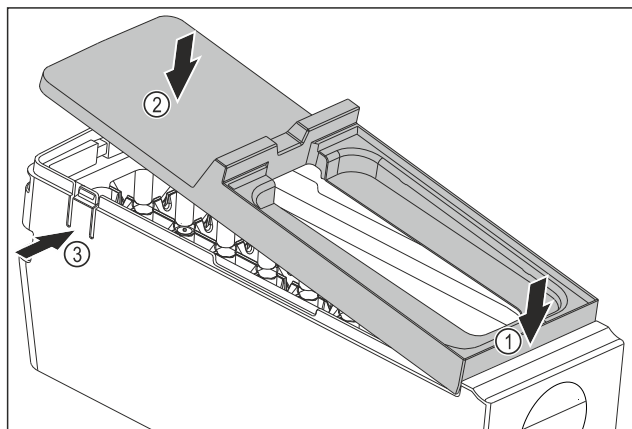

Fig. 146
- Afdekking van de EasyTwist-Ice-corpus monteren: Afdekking voor bevestigen. Fig. 146 (1)
- Afdekking achter neerlaten. Fig. 146 (2)
- Afdekking klikt hoorbaar in beide strips Fig. 146 (3) vast.